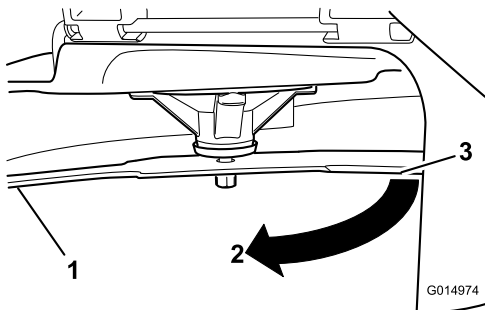

Figura 63
3. Segunda distancia medida entre cuchilla y superficie (B)
4. Gire la misma cuchilla 180 grados de manera que el otro extremo esté en la misma posición (**Figura 63**).